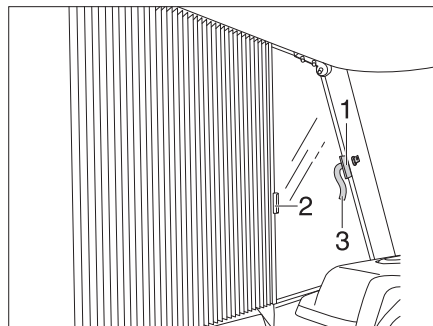

Bild 14 Sichern faltverdunklung Fahrer-/Beifahrerfenster
- Die faltverdunklungen für das Fahrerfenster und das Beifahrerfenster mit den Griffen (Bild 14,2) unter die abdeckungen schieben und mit den klettverschluss-schlaufen sichern (Bild 14,1 und Bild 14,3). Die faltverdunklung ist gesichert.